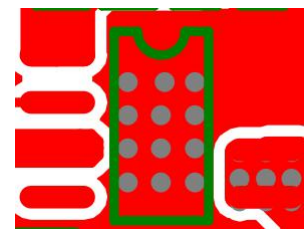

图 3
6. 芯片下方建议用功率地 GND 铺铜，以增强芯片的散热面积和 IC 的抗干扰能力。若是双面板可将顶层和底层的 GND 用 Via 连接。如图 3。